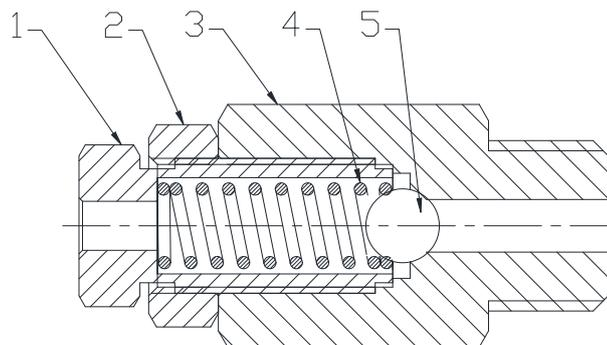

图 1 溢流阀
- 1、溢流阀：当润滑泵未能达到 3.8~4.2MPa 时调整此溢流阀。调整压力时，堵住润滑泵出油口，接通电源，使润滑泵运行。按示图 1 所示，松开锁紧螺母 2，旋转调压螺钉 1 进行调整压力（顺时针往里拧为调高压力，反之则调低），如压力不能上升，则可能为钢球 5 与阀体 3 之间有脏物卡住，卸下清洗，按原顺序装配，再度进行调整，压力调整完毕后，拧紧锁紧螺母 2。